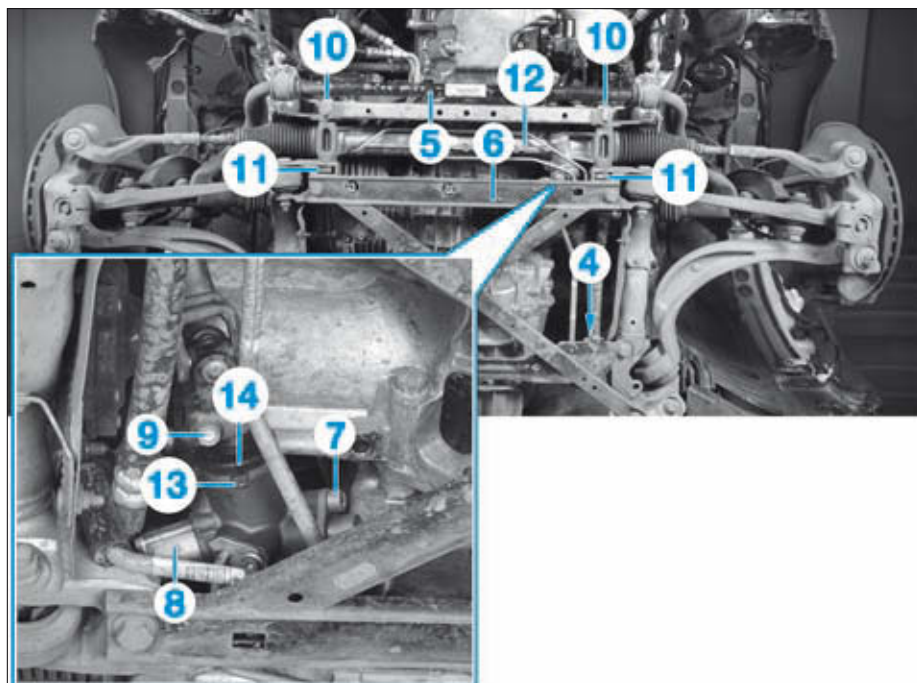

FIG. 13
- la vis du support des canalisations (4) (Fig.13),
- la barre stabilisatrice (5),
- le renfort de berceau (6).
- Dévisser la vis (7) et retirer les canalisations hydraulique de la valve.
- Débrancher le connecteur de l'électrovanne servotron (8).
- Dévisser la vis (9) de l'arbre intermédiaire de la colonne de direction.
- Dévisser les vis (10) et retirer les écrous (11).
- Guider le boîtier de direction (12) légèrement vers la droite puis l'extraire.
- Amener le boîtier de direction assistée en position médiane en amenant le repère (13) en face du repère (14) (Fig.13).